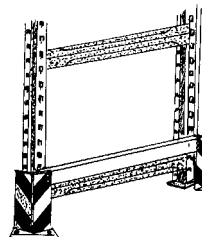

Abbildung 42
e) Werden die Gänge mit Transportgeräten (Hubwagen) befahren sind die Regalpfosten mit Rammenschutz gegen Beschädigung zu schützen (Abb. 42).